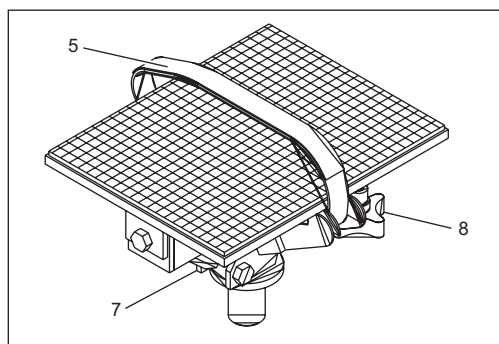

Рис. 9:
- для этого отрегулируйте вал (Рис.9/7) вильчатым ключом на требуемый угол наклона.
- ослабьте соответствующий маховичок (Рис.9/8) и отрегулируйте противоположный маховичок.